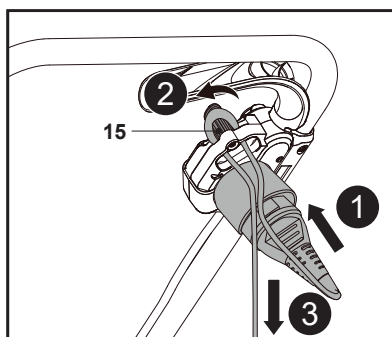

Fig. 9
1. Atașează priza cablului prelungitor la fișa de alimentare a mașinii de tuns iarba. Fă o buclă în cablul prelungitor și prinde-o pe elementul de detensionare a cablului (15). (fig. 9, pașii 1 și 2).
2. Trage ușor de cablul prelungitor pentru a te asigura că este bine fixat (fig. 9, pasul 3).